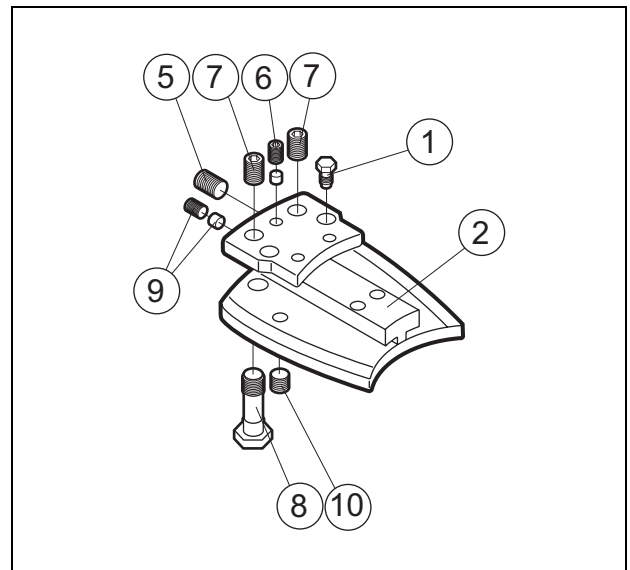

Fig. 21 Support de barre
2. Desserrer la vis sans tête (6), W = 4 mm, et remplacer la vis sans tête de 20 mm (5) avec une de 40 mm de long. Voir Fig. 21.
3. Serrer la vis sans tête (5) jusqu'à ce que la chaîne soit correctement tendue. Voir Fig. 21.
4. Serrer la vis sans tête (6). Voir Fig. 21.
5. Bloquer le support de barre (2) avec les deux vis sans tête (10), W = 6 mm. Voir Fig. 21.
7. En retournant au tensionneur automatique, la vis sans tête de 40 mm de long doit être remplacée par une de 20 mm de long et les vis sans tête (10) doivent être desserrées afin que l'extrémité supérieure de la vis soit à environ 1,5 mm en dessous de la surface du support de barre..